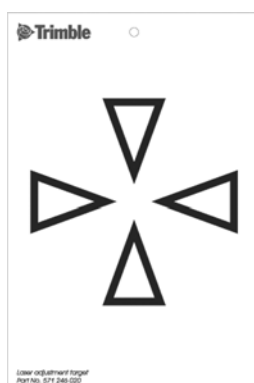

Рисунок 4.4. Юстировочный отражатель для тахеометра Trimble S5
3. Если красное лазерное пятно лежит вне сетки нитей, отрегулируйте направление луча так, чтобы оно совпало с сеткой нитей, см. рис. 4.4.